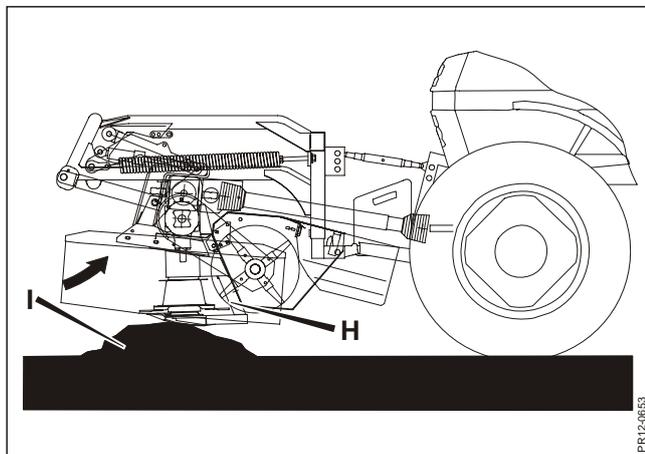

Fig. 3-15
**Fig. 3-15** Wenn das Schneidwerk **H** einem Hindernis **I** begegnet, und man fortsetzt nach vorne zu fahren, bewegt sich das Schneidwerk nach hinten und nach oben, und der Messerbalken bewegt sich rückwärts. Dies sichert optimale Voraussetzungen dafür, dass das Schneidwerk über das Hindernis hinweggleiten kann. Achten Sie besonders auf plötzliche Bewegungen und Stöße gegen das Schneidwerk, reduzieren Sie die Arbeitsgeschwindigkeit wesentlich, evtl. auskuppeln, ausschalten und das Hindernis untersuchen. (Gilt insbesondere in steinigem Gebieten).